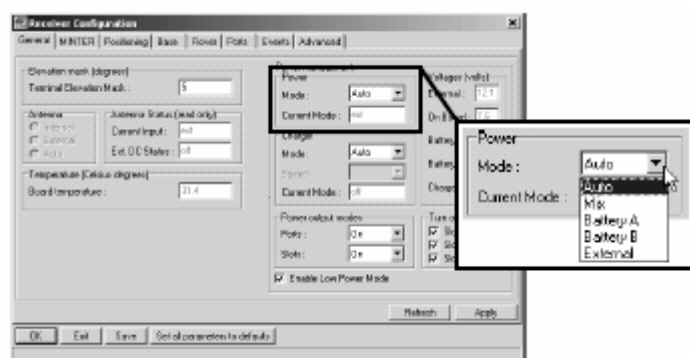

Figura 2-2. Selección del modo de alimentación
3. Seleccione la fuente de alimentación deseada en la lista desplegable *Modo Alimentación* (Figura 2-2). *Modo Actual* muestra la fuente de alimentación actual.